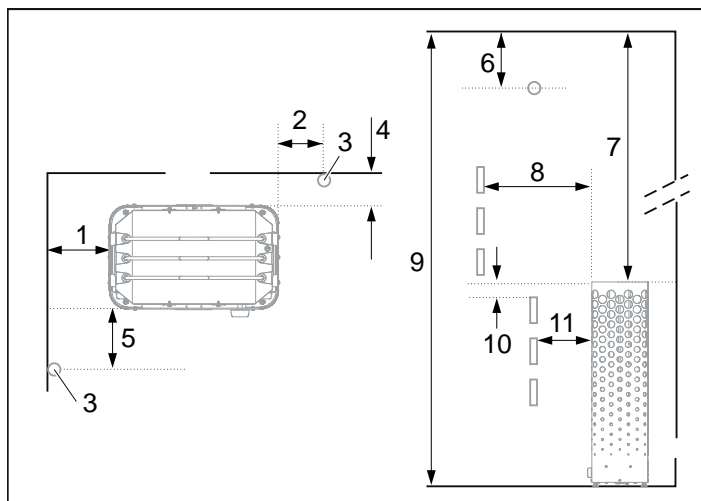
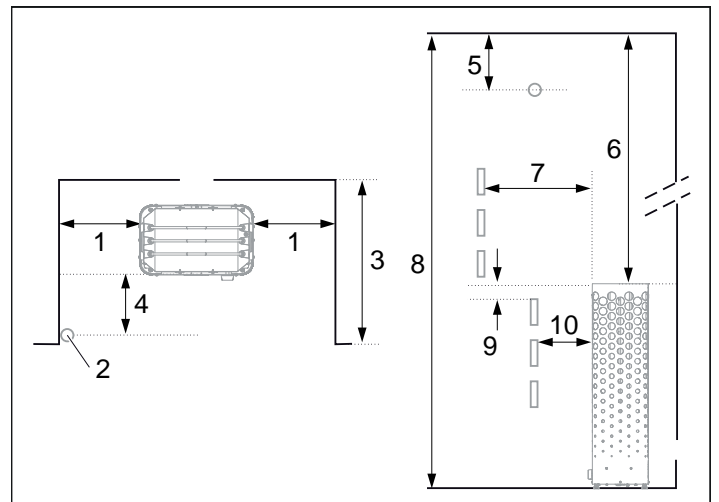

Fig 3: Placering av bastuaggregatet - normalmontage
Fig 5: Placering av bastuaggregatet - nischmontage
- Planera sensorns placering (se Fig 3, sidan 2 samt Fig 5, sidan 2).
- på samma vägg som dörren (endast i undantagsfall på sidoväggen, men då mycket nära dörrväggen). Aggregatet kan också placeras i nisch (se Fig 5).
- på säkert avstånd till golvet, sidoväggar och inredning (se Fig 3).
Placera sensorn enligt bilden (se Fig 3).
1. Placera aggregatet på säkert avstånd till golv, sidovägg och inredning (se Fig 5).
2. Placera sensorn enligt bilden (se Fig 5).